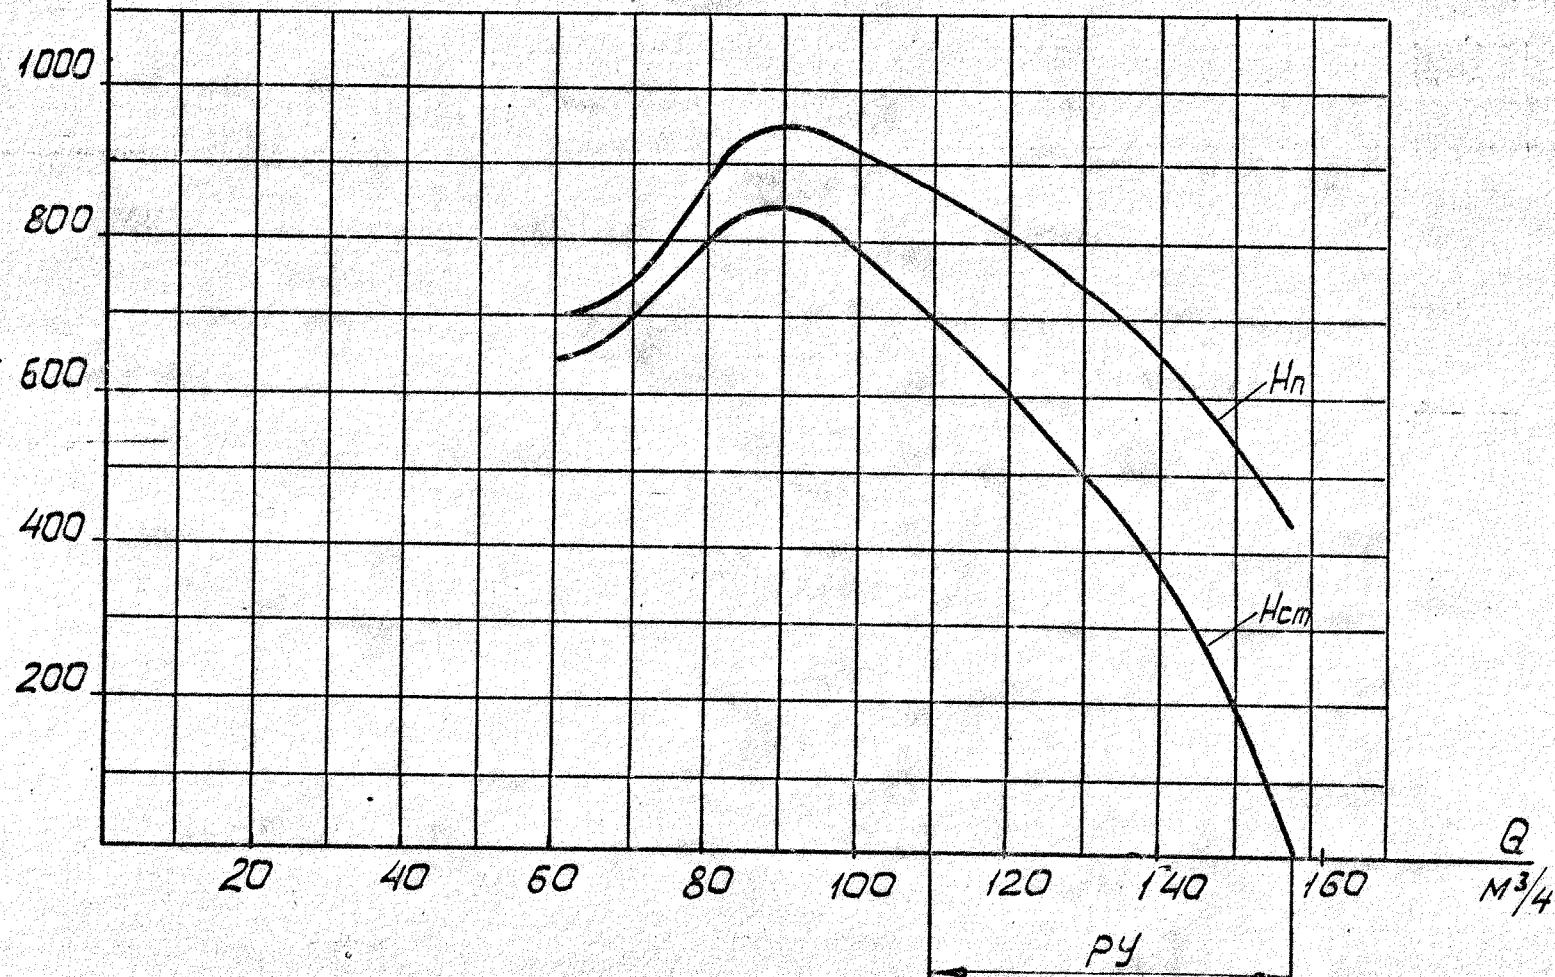

Рис. 4
Типовые аэродинамические характеристики вентиляторов [зависимости давлений полного (H_H) и статического ($H_{ст}$) от производительности (Q)] в нормальных климатических условиях при номинальных значениях напряжения и частоты питания приведены на рис. 4, 5, 6. Буквами РУ обозначены рабочие участки характеристик.